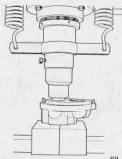

Fig 172. Montering av nållager.
19. Pressa i nållagren i adaptern och locket, se fig 172. Lagerbaniernas skall ligga $0,17-0,22 \text{ mm}$ ($.007''-.009''$) under de maskinbearbetade ytorna, vilket är nödvändigt för att inre slitbrickarna skall komma i beröring med lagerbanierna. Gör så här. Placera en platt mot på lagret och pressa ned det till den maskinbearbetade ytan. Laga distanser på $0,20 \text{ mm}$ tjocka mellanlagg (1 ex 2 at detalj nr 70-84217) på lagret och pressa åter ned det. Se till att ytan, på söml monteringsplattan som adapter resp lock, är väl rengjort innan lagren pressas i.